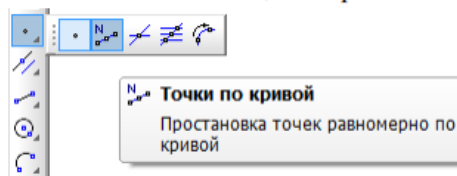

Рис. 1
- щелкните ЛКМ по кнопке  – **Ввод точки** и не отпускайте кнопку мыши. Через короткий промежуток времени раскроется соответствующая **Панель расширенных команд**. Не отпуская кнопку мыши, переместите курсор на кнопку  – **Точки по кривой**. Отпустите кнопку мыши. Правильно выбрать кнопку вам поможет автоматически появляющийся ярлычок-подсказка (рис. 1);